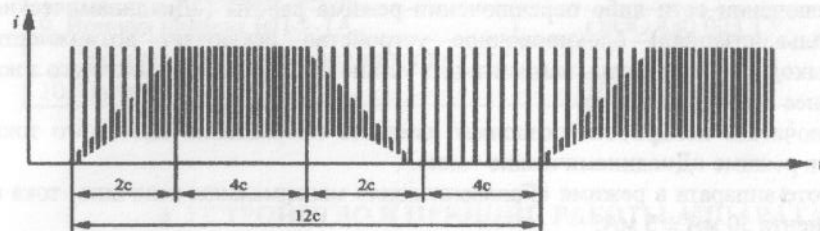

Рисунок 5
- 2.2.5. Длинный период ДП – чередование серий импульсов тока вида ОН и дополняющих его до тока вида ДН серий импульсов, огибающая которых нарастает от нуля до амплитуды тока вида ОН, выдерживает это значение, а затем спадает до нуля (рисунок 5).